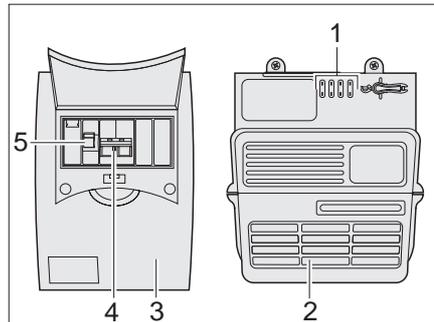

Bild 94 Netzgerät und Sicherungsautomat
Der 230-V-Sicherungskasten (Bild 94,3) ist neben dem Netzgerät (Bild 94,2) montiert.
Im Sicherungskasten (Bild 94) befindet sich die Hauptsicherung (Bild 94,4) und ein Fehlerstromschutzschalter (Bild 94,5).
Der Fehlerstromschutzschalter (Bild 94,5) misst den Stromfluss von der Strom Hin- und Rückleitung. Besteht zwischen beiden Leitungen ein Gleichgewicht, wird der Fehlerstromschutzschalter nicht aktiv. Kommt es zu einer Differenz zwischen den Leitungen, unterbricht der Schalter den Stromfluss sofort. Dadurch verhindert er gefährliche Stromunfälle.
- Hauptschalter (Bild 94,4) nach oben auf Stellung "ON" drücken.
- Fehlerstromschutzschalter (Bild 94,5) nach oben auf Stellung "ON" drücken.